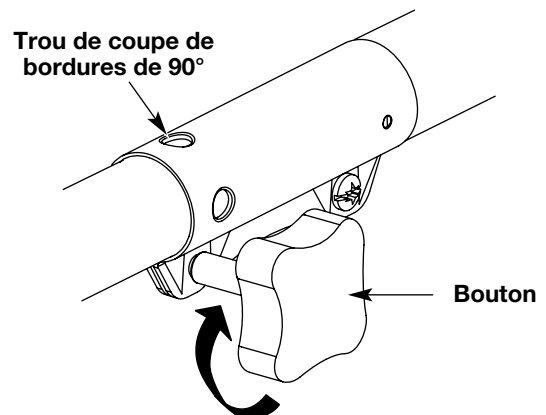

Fig. 11
3. Serrez le bouton en le tournant à droite (Fig. 11).
Pour couper les bordures à l'aide de la tête d'accessoire de coupe sur les modèle EZ-LinkMC, verrouillez le bouton de déclenchement de l'accessoire de coupe dans le trou de 90° (Fig. 11).